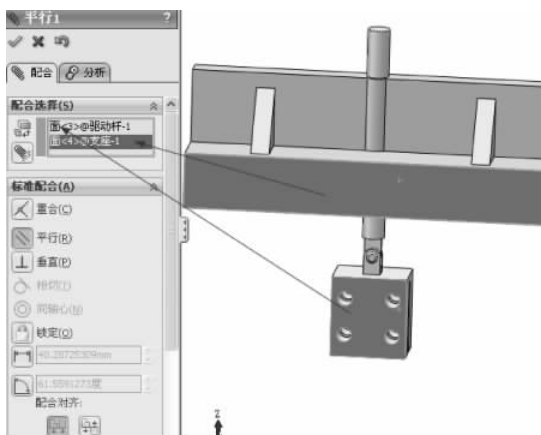

图 3-100 平行配合
(3) 继续进行配合操作, 在【标准配合】选项组下选择【平行】配合类型 , 在【配合选择】选项组下的选择框中选择支座和驱动杆的两个侧平面, 如图 3-100 所示, 其他保持默认, 单击【确定】按钮 , 完成平行的配合。